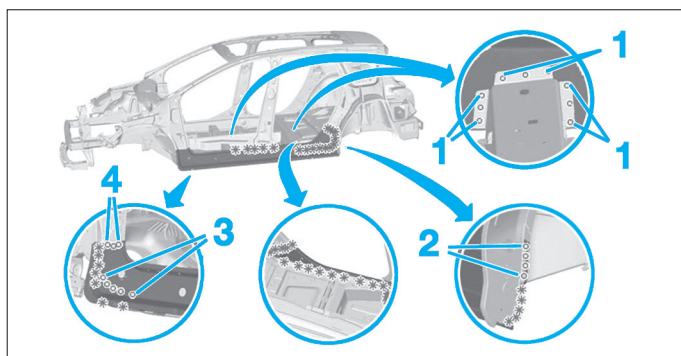

FIG. 119
- Percer les points (Fig.119) :
- par l'extérieur (1),
- sur 3 épaisseurs (2),
- par l'extérieur (3),
- par l'intérieur (4).